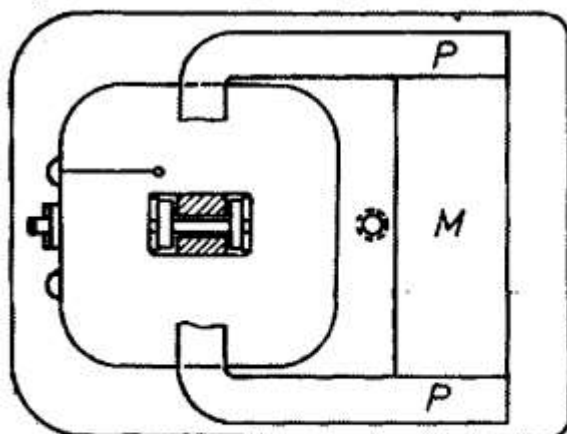
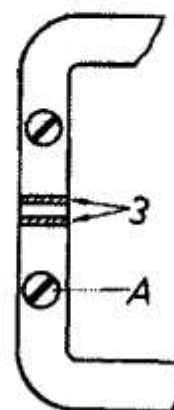
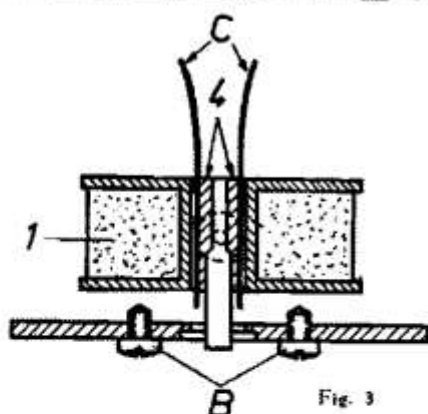
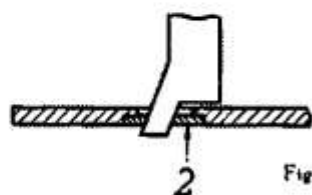

Fig. 1
Fig. 2
Fig. 3
Fig. 4
Het magneetsysteem, voorkomende in de grammofoonopnemer van de 5902 en 952 A (zie fig. 1), werd
tot dusverre als een complete samenstelling geleverd. De voorraad hiervan loopt echter ten einde en gezien de geringe vraag zou het vervaardigen van een nieuwe serie van dit onderdeel op het bezwaar stuiten, dat door het kleine aantal de kostprijs aanmerkelijk hoger zou komen te liggen. Het leek ons daarom meer verantwoord, door het fabriceren van enkele losse onderdelen, reparaties van dit magneetsysteem toch nog mogelijk te maken. Uit de praktijk is gebleken dat het vervangen van deze systemen voornamelijk nodig was door het verharven van de rubber waarmee de naaldhouder is gecentreerd. Het vervangen van deze rubber is dan ook als regel voldoende om het systeem weer bruikbaar te maken. Ook komt het voor dat het spoeltje is verbrand, doordat bij vergissing de opnemer op het net werd aangesloten. In dit geval raden wij aan, niet te volstaan met het vervangen van het spoeltje, maar eveneens de centreerrubber te vernieuwen. Soms is het al voldoende als alleen de sponsrubber pos. 3 in fig. 2 wordt vervangen. Mocht ook de ring, pos. 2, in fig. 4 verhard zijn, dan kan een nieuwe ring over de naaldhouder worden geschoven en in de daarvoor bestemde uitsparing in de grond-
Nadat de schroefjes A, zie fig. 2 (maten 2 x 4 mm) zijn teruggedraaid en de schroefjes B, zie fig. 3 (maten 2 x 4 mm) zijn verwijderd, kunnen de poolschoenen (P) en de magneet (M) worden weggenomen, zie fig. 1. Met het oog op verlies aan magnetisme is het nodig, de magneet met een stuk ijzer kort te sluiten, alvorens de poolschoenen worden verwijderd.
Tegelijk met het spoeltje komen de beide lange stripjes rubber pos. 4 in fig. 3 en de twee kleine stukjes sponsrubber pos. 3 in fig. 2 vrij. Voor het monteren moet het nieuwe rubberstripje door midden worden geknipt. Dit wordt namelijk in één lengte geleverd om er zeker van te kunnen zijn, dat beide stripjes even dik zijn en het anker dus precies wordt gecentreerd. Tegen beide zijden van het anker wordt nu tussen de centreerringen een rubberstripje gedrukt, waarna het spoeltje met behulp van twee voelertjes, (pos. C in fig. 3) weer op zijn plaats wordt gebracht. Let hierbij op de juiste stand van de soldeerpunten, zie fig. 1. Het monteren van de magneet en de poolschoenen geschiedt als volgt. Breng een voor een de poolschoenen aan en draai de bevestigingsschroeven in de grondplaat bijna vast. De geprofileerde zijde van de poolschoen moet zich hierbij aan de kant van de montageplaat bevinden. Vervolgens wordt de magneet tussen de poolschoenen geschoven en de magnetische kortsluiting opgeheven. Voor de juiste plaats van de magneet zie fig. 1. De bevestigingsschroeven van de poolschoenen dienen om het spoeltje op zijn plaats te houden. Ze moeten dan ook voorzichtig — om en om — worden aangedraaid, totdat het spoeltje voldoende vast zit, daarna worden ze afgelakt. Tot slot worden de stukjes sponsrubber, pos. 3 in fig. 2 aangebracht. Door een grammofoonnaald in de naaldhouder te steken en het anker heen en weer te bewegen kan voldoende ruimte worden vrijgemaakt voor het tussenschuiven van de sponsrubber. Voor het geval dat men zelf de rubberstukjes wil snijden geven wij hiervan de maten: